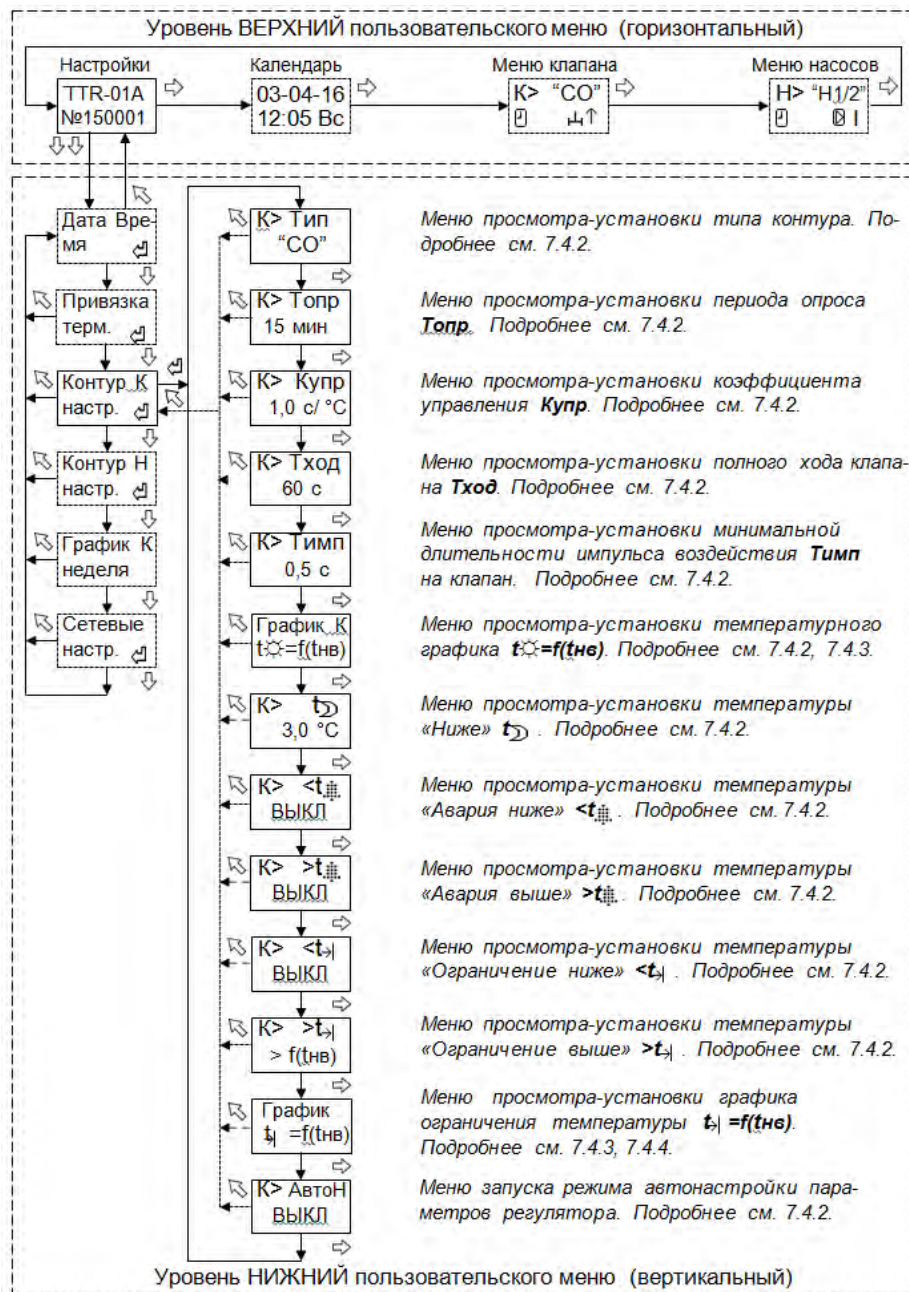

Рисунок 4 - Структура меню настройки параметров системы отопления
7.4.3 Для просмотра-установки температурного графика регулирования необходимо войти с помощью нажатия кнопки “” (см. рисунок 4) в меню «График $t=f(t_{нв})$ ».